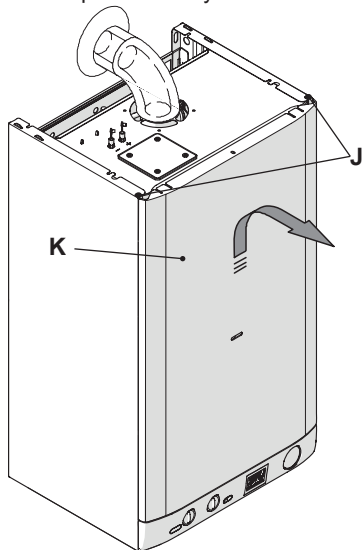

Рисунок 5.19
- Снимите переднюю панель котла, в соответствии с указаниями. Выньте винты J. Снимите переднюю панель K, подтолкнув ее вверх, чтобы высвободить из нижних крючков Рисунок 5.19.